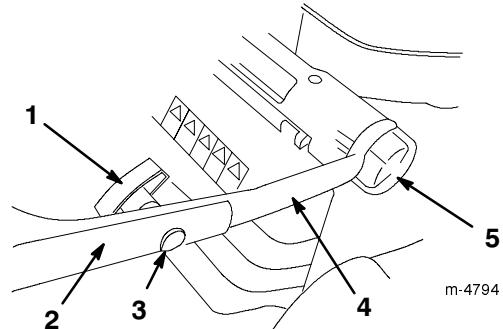

Figure 2
- Desserrez les boutons de réglage de hauteur du mancheron et tournez la partie inférieure du mancheron vers l'arrière de la tondeuse, jusqu'à ce qu'elle vienne se loger dans l'une des positions de réglage de hauteur, comme indiqué à la Figure 2. Pour régler la hauteur du mancheron, reportez-vous à la rubrique Réglage de la hauteur du mancheron, page 9.
- Montez la partie supérieure sur la partie inférieure du mancheron à l'aide des boulons à tête ovale et installez les boutons comme indiqué à la Figure 2. **Serrez fermement les boutons.**
Le mancheron dispose de trois positions de réglage en hauteur : haut, moyen, bas (Fig. 2). Réglez le mancheron à la hauteur la plus confortable pour vous.